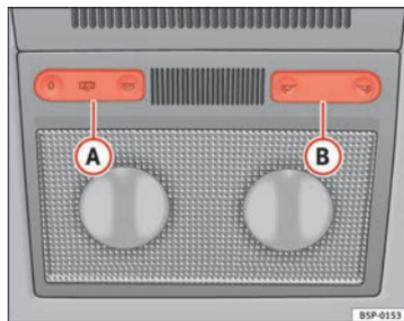
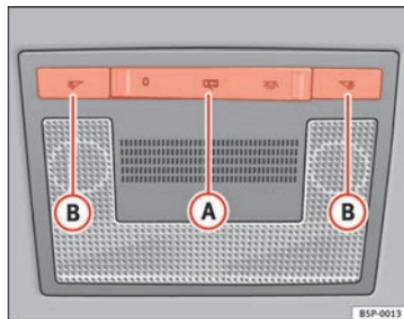

Fig. 80 Revestimento interior do tejadilho: luzes dianteiras de leitura tipo 1
Fig. 81 Revestimento interior do tejadilho: luzes dianteiras de leitura tipo 2
Premir o respectivo botão ⇒ fig. 80 (B) e ⇒ fig. 81 (B), para acender a luz de leitura.